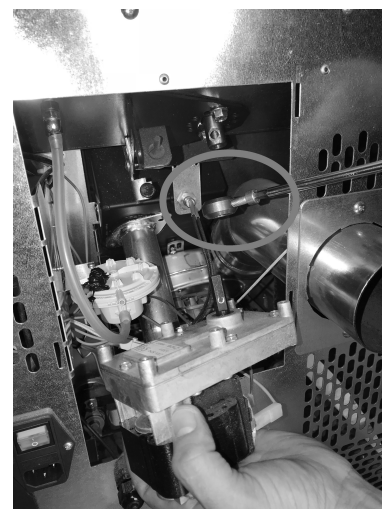

Fig. 29 - Rimozione motoriduttore
- Rimuovere il motoriduttore svitando la vite che lo blocca (vedi **Fig. 29**).